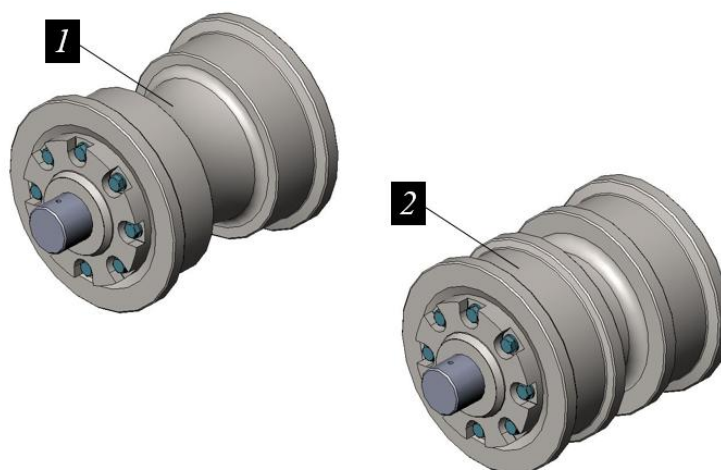

Рисунок 5.75. Внешний осмотр опорных и поддерживающих катков
- ▶ Провести визуальный осмотр рис. 5.75;